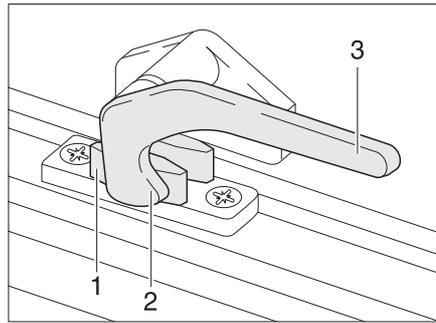

Bild 71 Verriegelungshebel in Stellung "geschlossen"
- Den Verriegelungshebel (Bild 71,3) eine viertel Umdrehung zur Fenstermitte hin drehen.
- Den Verriegelungshebel (Bild 71,3) eine viertel Umdrehung zum Fensterahmen hin drehen. Die Verriegelungsnase (Bild 71,2) liegt auf der Innenseite der Fensterverriegelung (Bild 71,1).
- in Stellung "fest verschlossen" (Bild 71).